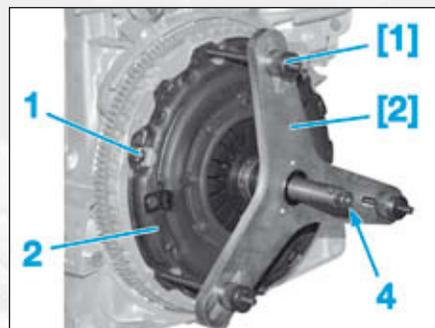

FIG.5
- Mettre en place les outils [1] et [2] (Fig.5).
- Comprimer le mécanisme d'embrayage (2) de 10 mm en agissant sur la vis centrale (4) de l'outil [1].
- Reposer les 3 premières vis de fixation (1).
- Détendre le mécanisme d'embrayage en agissant sur la vis centrale (4) de l'outil [1].
- Reposer les vis de fixation (1) restantes.